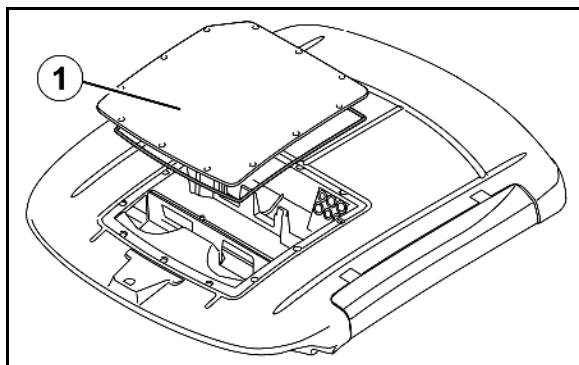

Fig. 170
1. Skru afdækningen (Fig. 170/1) af kabinetaget.